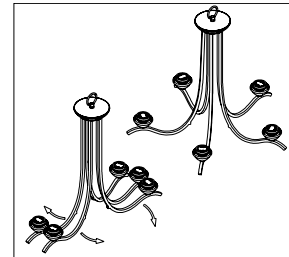
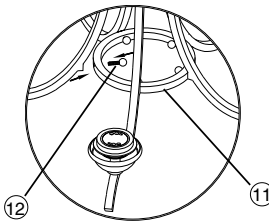

Figure 2
Figure 3
2. Position Fixture Assembly in upright position and rotate arms outward. Position arms evenly around the perimeter of the fixture. See Fig. 2
3. Install Loop (9) onto protruding thread on top of fixture assembly (10) and secure tightly.
4. Install Center Support Ring (11) to fixture arms with five Threaded Finial Studs (12). See Fig. 3
2. Coloque el Ensamblaje del Luminario en posición vertical y gire los brazos hacia afuera. Coloque los brazos uniformemente alrededor del perímetro del luminario. Vea Fig. 2
3. Instale el Lazo (9) en el roscado saliente encima de la Ensamblaje del Luminario (10) y asegure bien.
4. Instale el Anillo Central de Soporte (11) a los brazos del luminario con cinco Tachones Fínial Roscados (12). Vea Fig. 3.